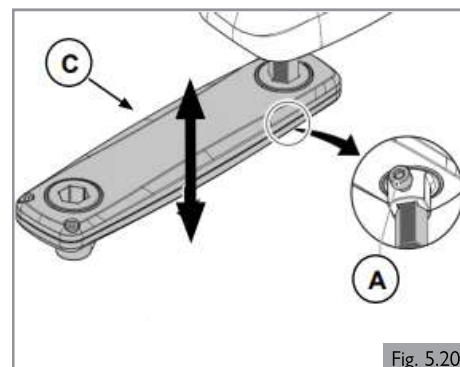
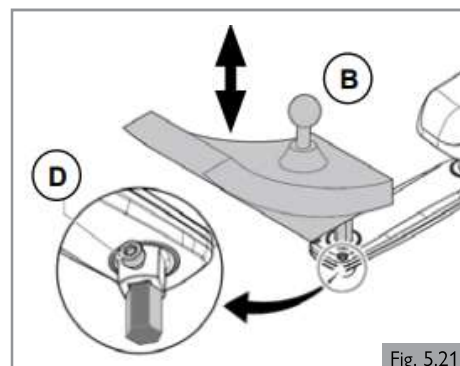

Fig. 5.20
Fig. 5.21
1. Desserrez (A) d'un tour.
2. Ajustez (B) à la position désirée.
3. Resserrez (A). Les couples de serrage sont indiqués à la section 8.
Hauteur du boîtier de commande (1) (Fig. 5.20)
2. Réglez (C) à la position désirée.
Hauteur du boîtier de commande (2) (Fig. 5.21)
1. Desserrez (D) d'un tour.
3. Resserrez (D). Les couples de serrage sont indiqués à la section 8.